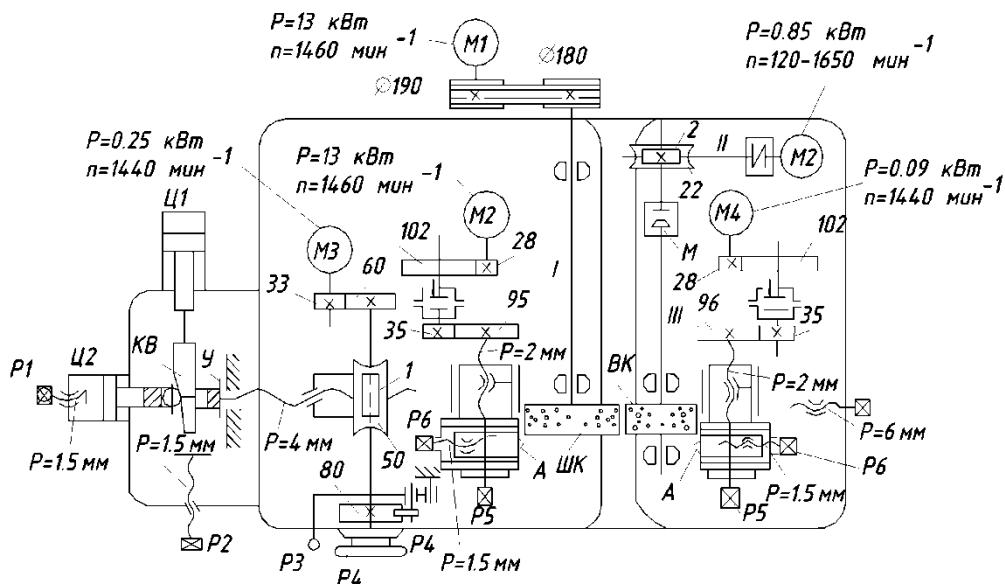

Рис. 2
**15. Составьте уравнение кинематического баланса по схеме на рис. 2.**
**16. Определите скорость подачи шпинделя (см. рис. 2) в мм/об. при  $n_{шп}=2000 \text{ мин}^{-1}$ ,  $n_s=1000 \text{ мин}^{-1}$ ,  $Z_1=20$ ,  $Z_2=50$ , шаге ходового винта  $t_{x.b.}=10 \text{ мм}$  и числе заходов винта  $k=1$ .**